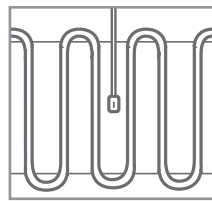
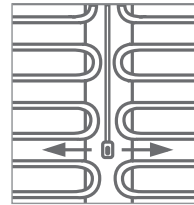

рис. 1
рис. 2
6. Расположите нагревательный мат относительно датчика температуры пола. Проследите, чтобы датчик был расположен внутри нагревательного мата (рис. 1) или между двумя матами (рис. 2) на равном расстоянии относительно витков греющего кабеля. Не устанавливайте датчик температуры пола между витками нагревательного кабеля (рис. 3).